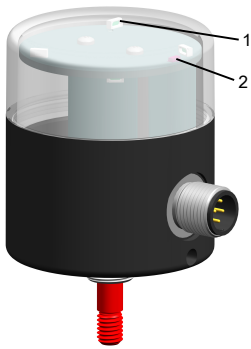

Abb. 7: Weitsicht-LED (1) /
- **Vor Ort mit Programmiermagnet:** Programmiermagnet für mindestens 2 s an den Magnetsensor halten (⇒ Abb. 7) (Position 2). Wenn die Farbanzeige weiß blinkt, den Magnet wieder entfernen.